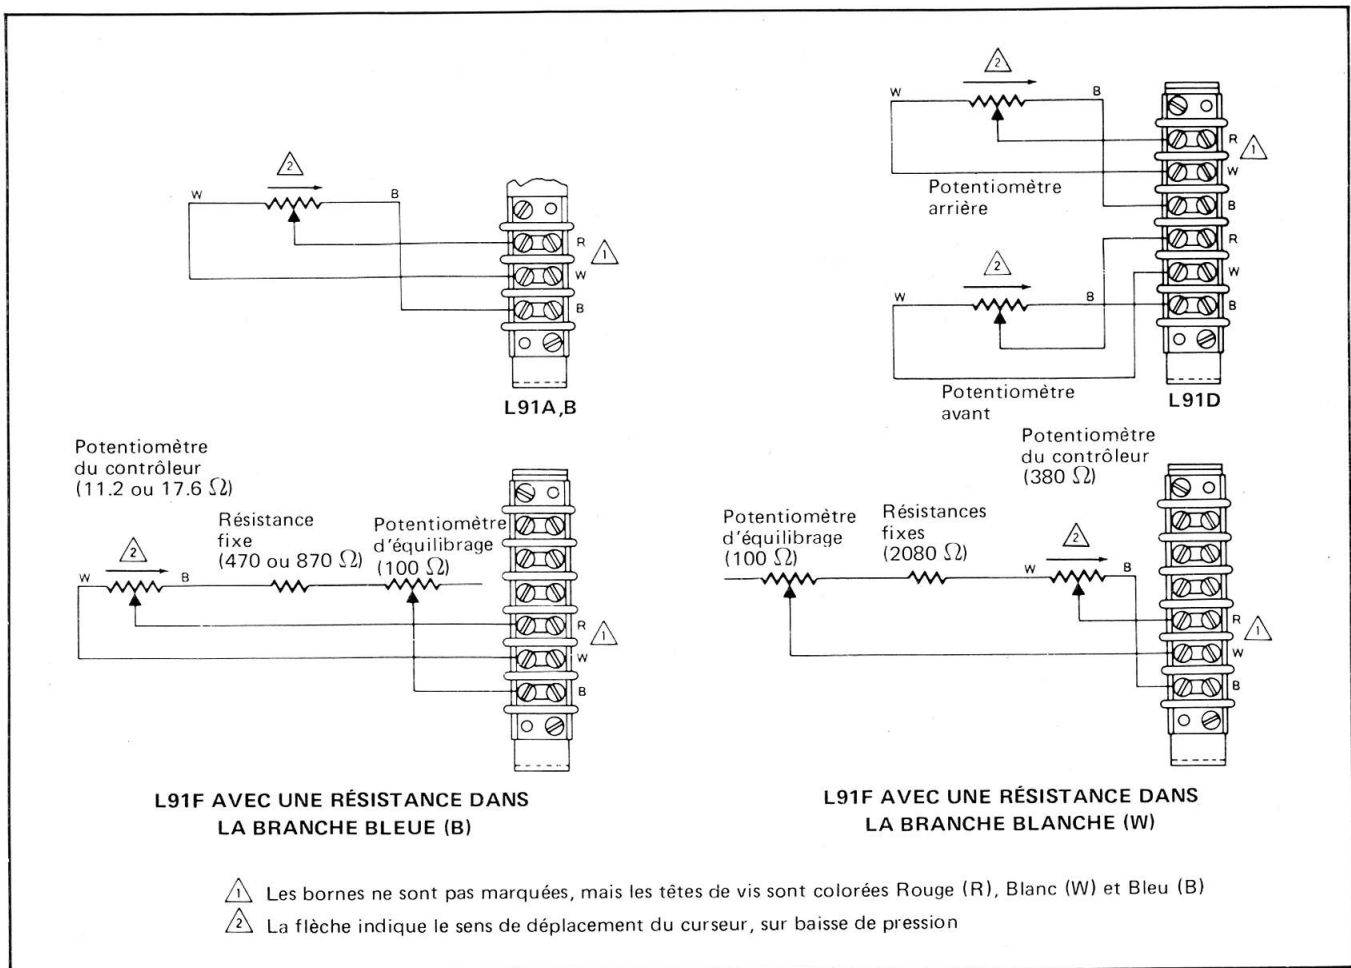

Fig. 3 - Borniers et schémas internes du L91
5. Tous les modèles ont un bloc de raccordement à l'intérieur du boîtier (Fig. 3) et deux trous de 22,2 mm (7/8") situés sur l'un des côtés pour un raccordement 1/2" (câble ou fil électrique). Enlever le couvercle frontal en desserrant la vis située en bas de la graduation.